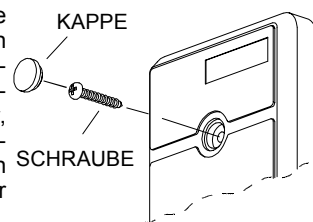

Abb. 4. Frontabdeckung des Signalwiederholers
- A. Entfernen Sie die Schraube und die Frontabdeckung (siehe Abb. 4). Die runde Kunststoffkappe wird gesondert in einem kleinen Nylonbeutel mitgeliefert.
- A. Positionieren Sie die Öffnung in der Frontabdeckung über der LED-Anzeigelampe. Befestigen Sie die Frontabdeckung mit der Schraube und den setzen Sie die Kunststoffkappe auf (siehe Abb. 4).